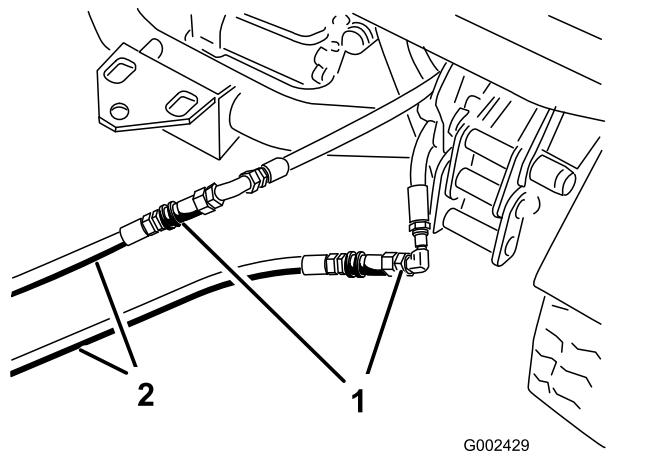

図 77
- 故障しているワークマンのカップラホースに、救援用ホース2本を接続する図77。